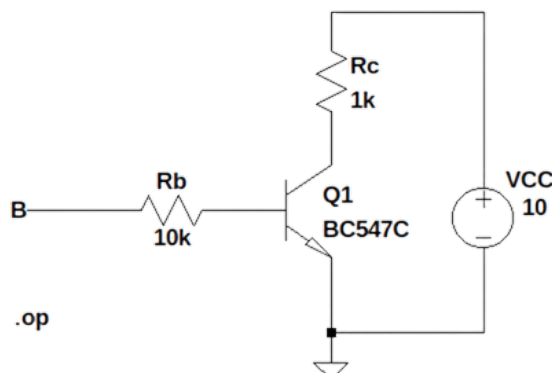

Figura 6: Circuito esquemático para la medición de corriente de fuga.
4. Presione la tecla **R** para seleccionar un resistor. Presione **Ctrl + R** si desea rotarlo. Ubique el resistor de colector (R_C) y el resistor de base (R_B) según la topología de emisor común, ver figura 6.
a ninguna fuente). Esto emula físicamente una base sin excitación externa, garantizando matemáticamente que la corriente de base promedio inyectada sea $I_B = 0$ A. La figura 6 ilustra el resultado esperado del circuito listo para simular.
El transistor es llevado a cualquiera de las zonas de trabajo mediante los resistores de polarización. Estos condicionan las corrientes (y por consiguiente los voltajes) en la base y colector del circuito emisor-común. Mediante el circuito de la figura 6 se puede obtener las curvas características del transistor. El objetivo de esta actividad será obtener las diferentes curvas características del transistor npn ($I_C = f(V_{CE})$) utilizando dos fuentes variables que permitirán obtener las diferentes corrientes y tensiones del transistor.